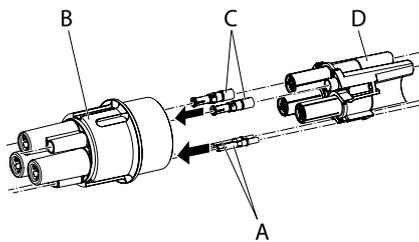

Abb. 22:
1. Signalkontakte (A) mit angecrimpten Kabeln in die jeweilige Kammer im Kontakteinsatz (B) soweit einschieben, bis der Halteclip einrastet (**Abb. 22**).
2. Signalkontakte (C) mit angecrimpten Kabeln durch den jeweiligen Führungskanal der Kontakthalterung (D) durchschieben und soweit in den Kontakteinsatz (B) einschieben, bis der Halteclip im Kontakteinsatz (B) einrastet (**Abb. 22**).